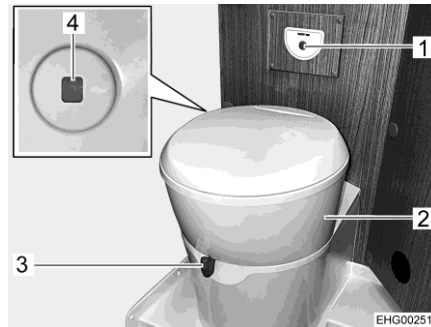

Bild 104 Toalett
Toalettskålen kan vridas till önskad position. Ta tag i toalettens överdel (Bild 104,2) med händerna och vrid.
Kontrollenheten med spolknappen (Bild 104,1) är placerad i närheten av toalettskålen.
Nivåindikeringen (Bild 104,4) ändrar färg från grönt till rött när latrintanken måste tömmas.
- Öppna spjället på toaletten före spolning. Skjut för detta spjällspaken (Bild 104,3) moturs.
- För att spola, tryck på den blå spolknappen (Bild 104,1).